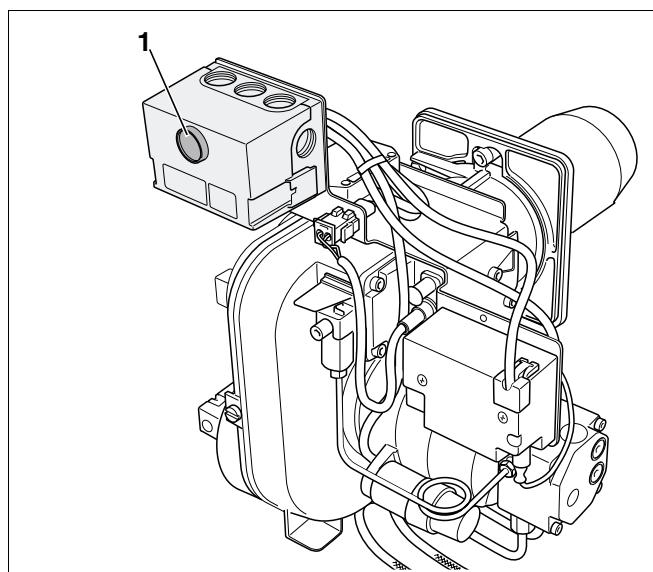

Рис. 7 Кнопка подавления помех и сигнальная лампочка
- Выпустите воздух из системы с помощью встроенного топливного насоса без повторного нажатия кнопки подавления помех (рис. 7, **поз. 1**).
- Нажмите кнопку подавления помех (рис. 7, поз. 1, стр. 15).
- По истечении времени ожидания, составляющего примерно 50 секунд, нужно разблокировать автомат горения дизельного топлива, нажав кнопку подавления помех (рис. 7, **поз. 1**, стр. 20).